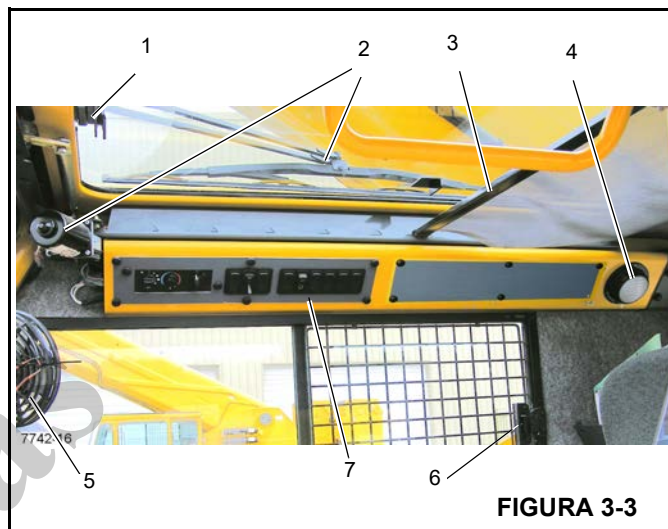

FIGURA 3-3
A trava do teto solar (1, Figura 3-3) localiza-se na frente do teto solar. Aperte a trava e deslize a janela para trás para abrir. Para fechar, deslize a janela para trás até que a trava encaixe.
O limpador do teto solar (2, Figura 3-3) é controlado pela chave do teto solar, (4, Figura 3-4) e é operado pelo motor do limpador.
O protetor do teto solar (3, Figura 3-3) é usado para diminuir a incidência direta da luz do sol. O protetor é autorretrátil e pode ser ajustado para filtrar toda a luz ou ajustado para trás, encaixando-o nos entalhes existentes.
A luz de teto da cabine (4, Figura 3-3) localiza-se no canto traseiro direito do console do teto da cabine e ilumina a cabine. A luz de teto é controlada por uma chave na própria luz.
O ventilador de circulação da cabine (5, Figura 3-3) localiza-se no lado dianteiro esquerdo da cabine, acima da estrutura da janela. Uma articulação permite que o ventilador gire e uma chave em sua base controla a operação. A chave possui as posições alta, baixa e desligada.
A janela do lado direito da cabine pode ser aberta. Aperte a trava (6, Figura 3-3) para liberar e deslize para a frente. Para fechar, deslize a janela para trás até que a trava encaixe.
A chave reguladora de luz do painel (5) Figura 3-4 controla a iluminação dos controles do teto do aquecedor/ar-condicionado e do indicador de temperatura do óleo da transmissão (7) Figura 3-3. Pressione a chave para aumentar ou diminuir a iluminação do painel.